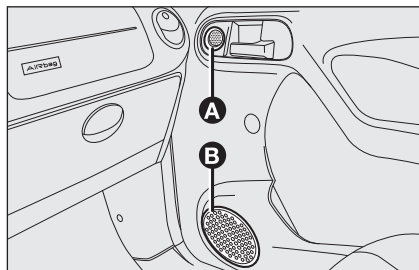

fig. 97
- ☐ dos altavoces tweeter **A**-fig. 97 y dos woofer **B** de 40 W máx. cada uno, en las puertas delanteras;